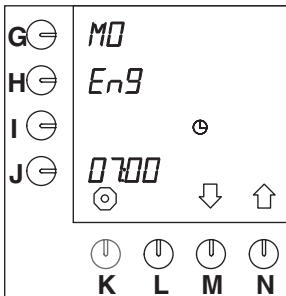

Abb. 41 Einstellen der Sprache
- Nach 10 Sekunden erscheint neben der Programmier taste blinkend die Standardeinstellung "EnG" (Abb. 41).